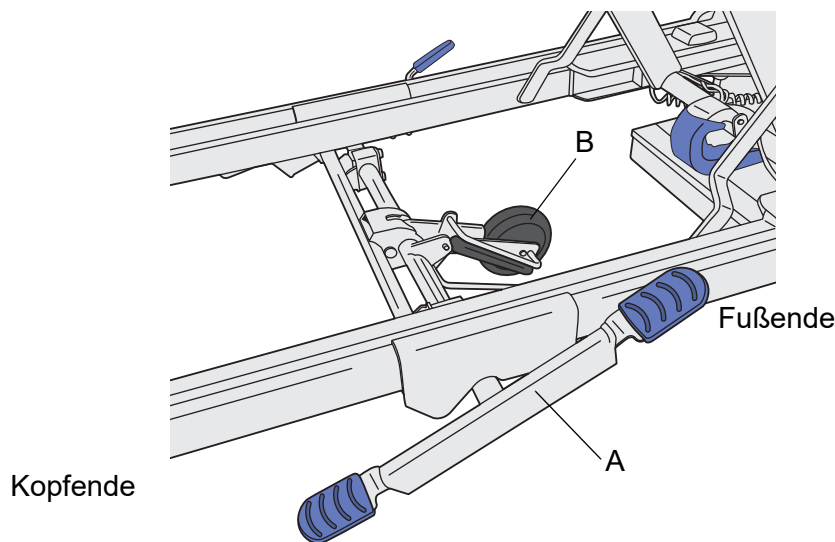

Abb. 5 – Aktivierungspedal für das 5. Rad
1. Treten Sie auf das Aktivierungspedal (A) des 5. Rades am Kopfende des Bettes. **(Siehe Abb. 5)**
1. Treten Sie auf das Aktivierungspedal (A) des 5. Rades am Fußende. **(Siehe Abb. 5)**
2. Stellen Sie sicher, dass das 5. Rad (B) nicht mit dem Boden in Berührung ist.